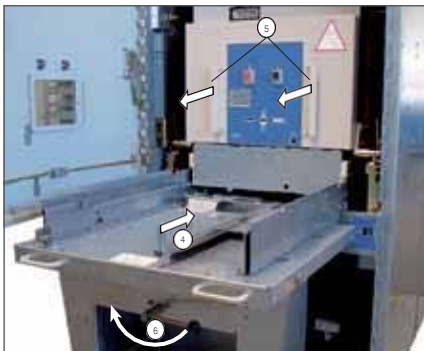

Fig. 4.10
- Pousser la tige de verrouillage (Fig. 4.10, 4) vers l'avant jusqu'à la butée. Le crantage du tiroir dans la cellule est détaché.
- Tirer le tiroir sur le chariot de manutention par les deux poignées (5) jusqu'à ce qu'il s'encliquète avec un bruit audible sur le chariot de manutention.
- Tourner le levier de nouveau à gauche (6). Le chariot de manutention est levé sur le devant et détaché de la cellule.